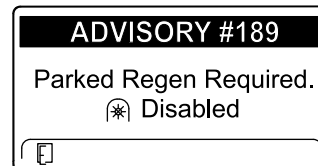

Figura 47
- Se non eseguite una rigenerazione parcheggiata entro 2 ore, l'InfoCenter visualizza il messaggio di richiesta della rigenerazione parcheggiata e di disabilitazione della presa di forza ADVISORY #189 (Figura 47).